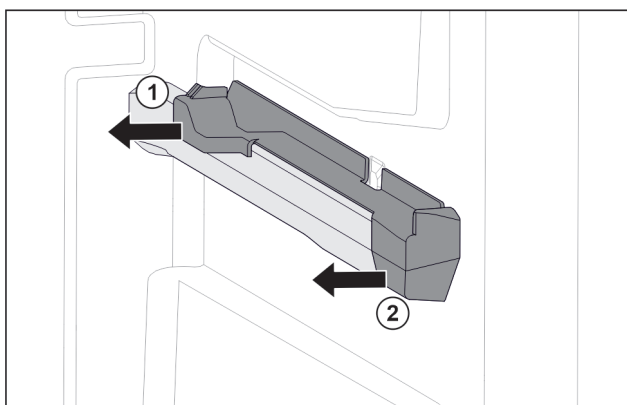

Fig. 107 Elemento inseribile sulla nervatura destra del contenitore
- ▶ Estrarre l'elemento inseribile dal lato posteriore di lato. Fig. 107 (1)
- ▶ Estrarre l'elemento inseribile dal lato anteriore di lato. Fig. 107 (2)